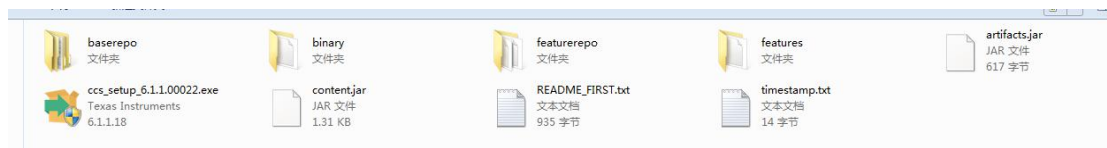

图 1-2
2. 解压后如图 1-2 所示, 双击 “ccs_setup_6.1.1.00022.exe”